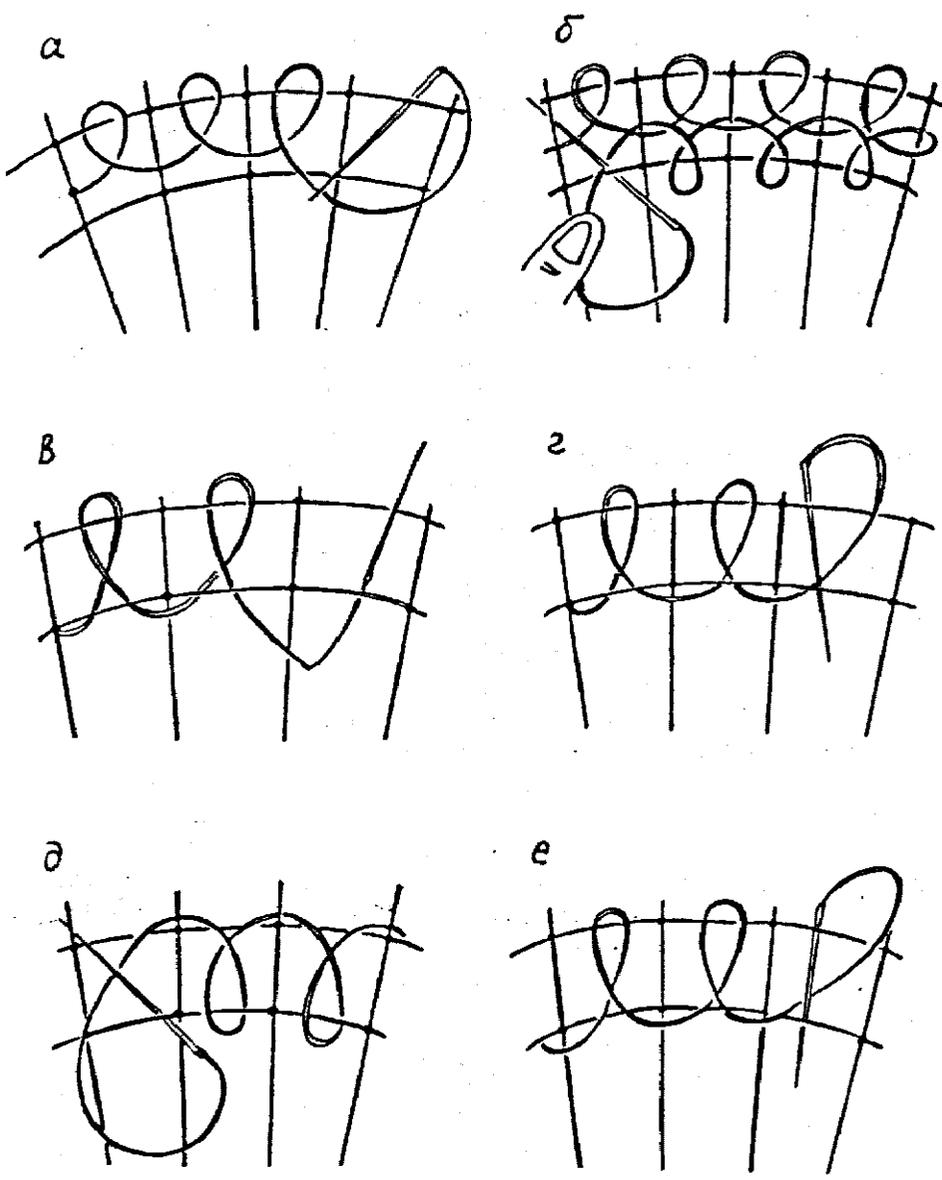

Рис.12. Воздушные петли
**Воздушная петля** (рис. 12). Закрепившись узлом на луче основы, обвивают воздушной петлей узорный круг, двигаясь слева направо (рис. 12, а). Двойная воздушная петля получится, если замкнув круг, проводят иглу под последним лучом и двигаются справа налево, обвивают нижний узорный круг и луч основы выше нити первой воздушной петли (рис. 12, б). Можно выполнить воздушную петлю на двух узорных кругах, двигаясь слева направо (рис. 12, в, г) и справа налево (рис. 12, д).